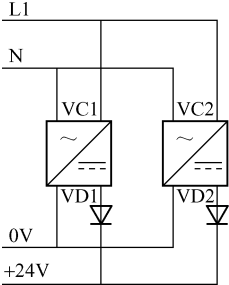

图 12-160 原理图
- 2) 解决方案：方案 1，只要把变频器的内部电源不接入即可，只用一个电源，这是最佳办法。方案 2，可以使用双电源供电，改进后的电源如图 12-160 所示。